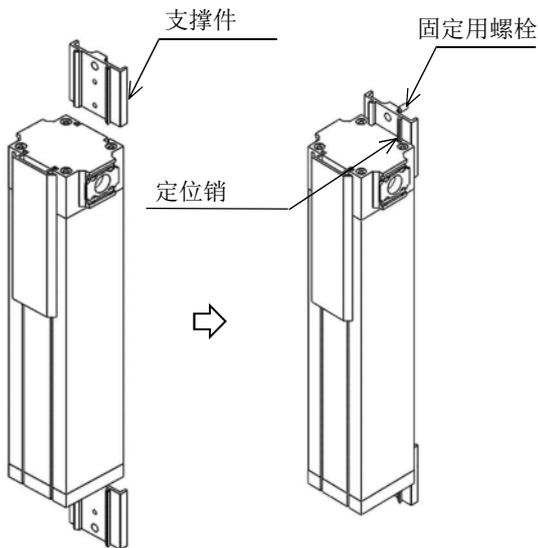

图 2
- 1) 使用选择项的支撑件时，请将支撑件插入氮气制作单元产品的沟槽中，然后用定位销确定位置，最后请以大概  $3\text{N}\cdot\text{m}$  的紧固力矩拧紧螺丝，进行固定。（如图 2 所示）